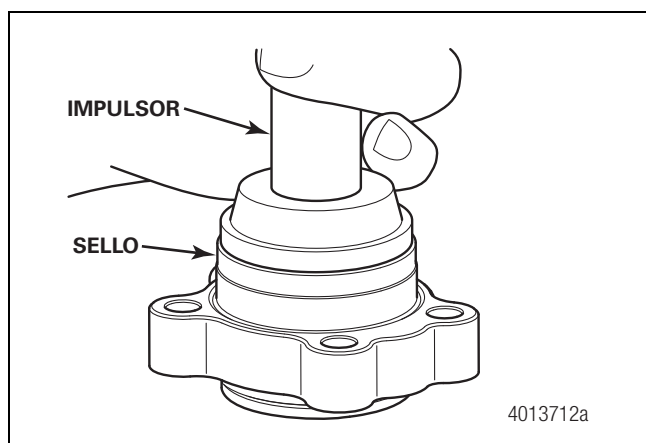
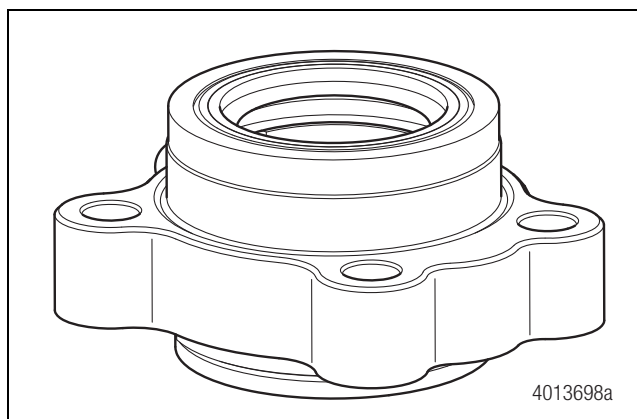

Figura 11.48
Figura 11.49
12. Presione el sello hasta que quede al ras contra el portabuje. Figura 11.48 y Figura 11.49.